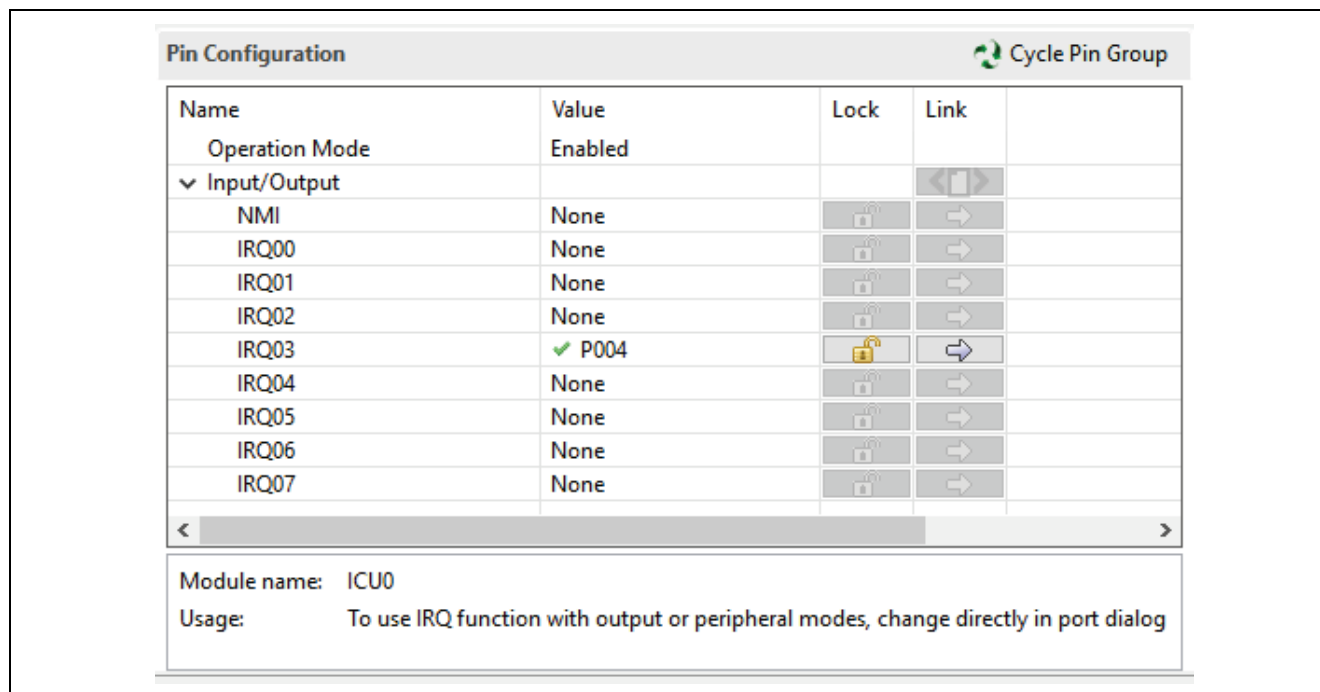
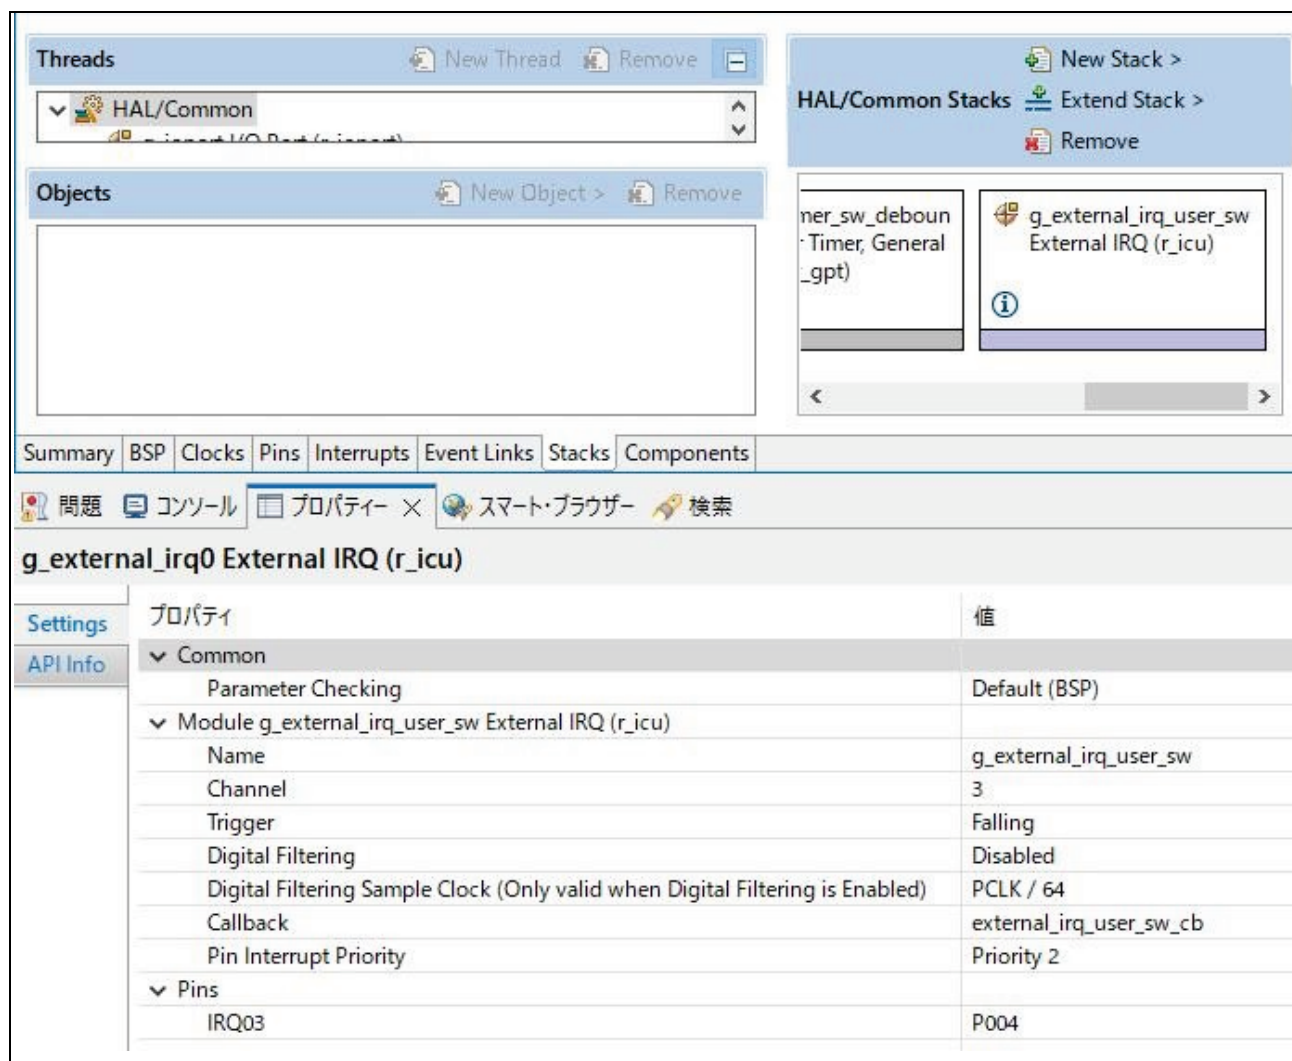

図 21. ルネサス FSP のピンコンフィギュレータを使用して P004 を IRQ03 入力として有効にする場合
図 22. ルネサス FS コンフィギュレータを使用した IRQ03 の設定
- 図 21 と図 22 は、ルネサス FSP を使用して IRQ ピンを有効にして設定する例を示しています。